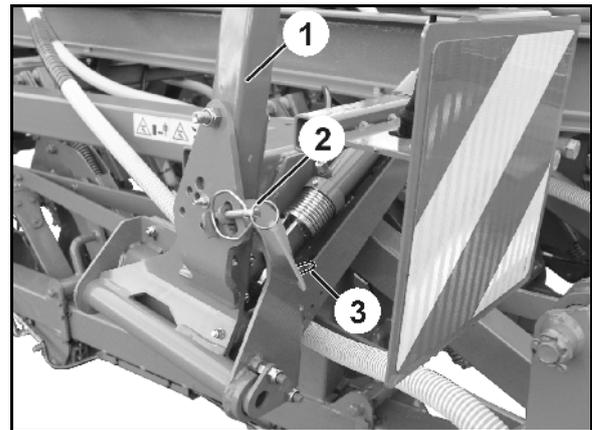

Fig. 19
Vor dem Befahren nichtöffentlicher und öffentlicher Straßen und Wege sind die Spuranreißer (Fig. 19/1) mit Klappsteckern (Fig. 19/2) gegen unbeabsichtigtes Absenken der Spuranreißer zu sichern.
1. Spuranreißer-Ausleger (Fig. 19/1) festhalten und Klappstecker (Fig. 19/2) entfernen.
2. Klappstecker bei Nichtgebrauch an Bügel (Fig. 19/3) abstecken.